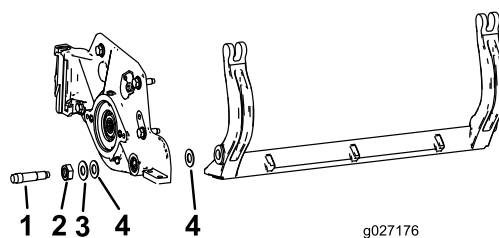

図 31
**注** ベッドバーの両端にそれぞれナイロンワッシャ2枚とスチールワッシャが1枚ずつあるので注意する 図 31。
**注** サイドプレートのボスの両側にナイロンワッシャを入れる。その外側からスチール製ワッシャを取り付ける 図 31。
**注** 内側のワッシャには遊びがあってもかまいません 図 31。